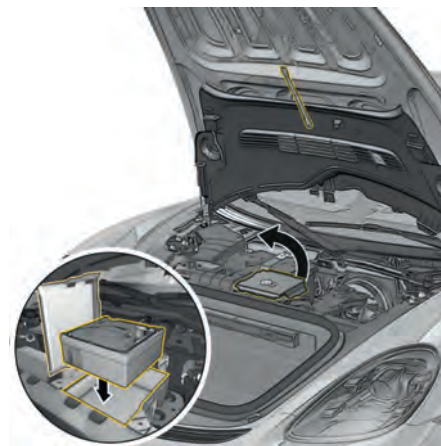

Fig. 77 : Ouverture du coffre de rangement du compresseur pour pneumatiques
4. Ouvrez le couvercle du coffre de rangement du compresseur pour pneumatiques (fig. 77).